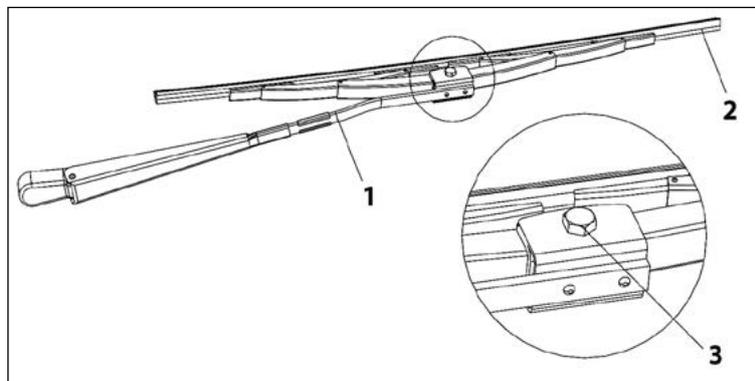

Figura 5-8-8
1. Remova o parafuso e as porcas usados para conectar a articulação do limpador e a palheta do limpador, conforme mostrado na *Figura 5-8-8*.